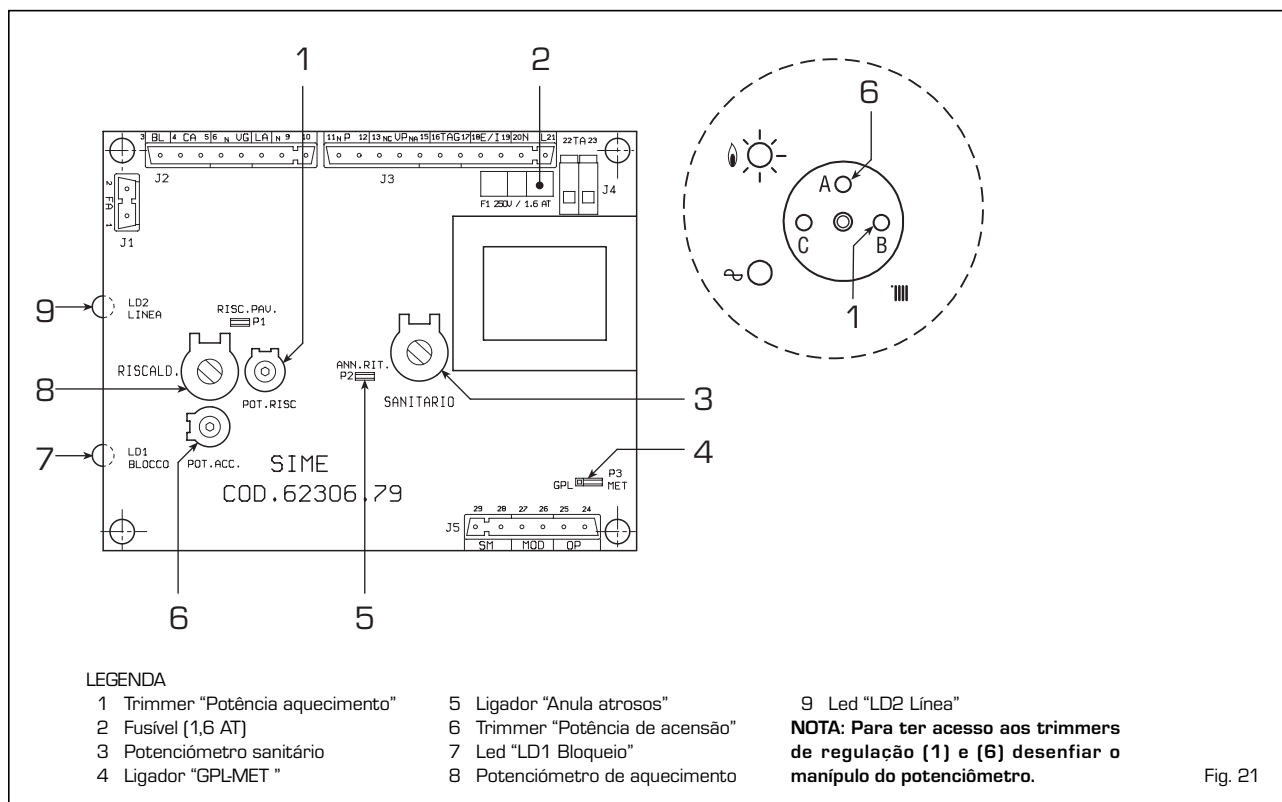

Fig. 21
A potência do aquecimento pode ser seleccionada segundo as exigências da instalação utilizando o trimmer (1 fig. 21). Ao início de cada ciclo de trabalho, depois do período de lenta acensão, que dura uns 5 segundos, a caldeira trabalha á potência de aquecimento seleccionada.
A placa electrónica está equipada com leds de controle que assinalam um irregular e/ou não correcto funcionamento do aparelho. Os leds estão colocados na placa como indica a fig. 21 e diferenciam-se da seguinte forma:
###### - Trimmer “POT. RISC.” (1 fig. 21)
- **Trimmer "POT. ACC."** (6 fig. 21)
- **Ligador "GPL-MET"** (4 fig. 21)
- **Ligador "ANN. RIT."** (5 fig. 21)
Para efectuar a regulação da potência de aquecimento, modificando a regulação da fábrica cujo valor é aprox. 16 kW, é necessário usar uma chave de fenda no trimmer de "potência aquecimento" (1 fig. 21).